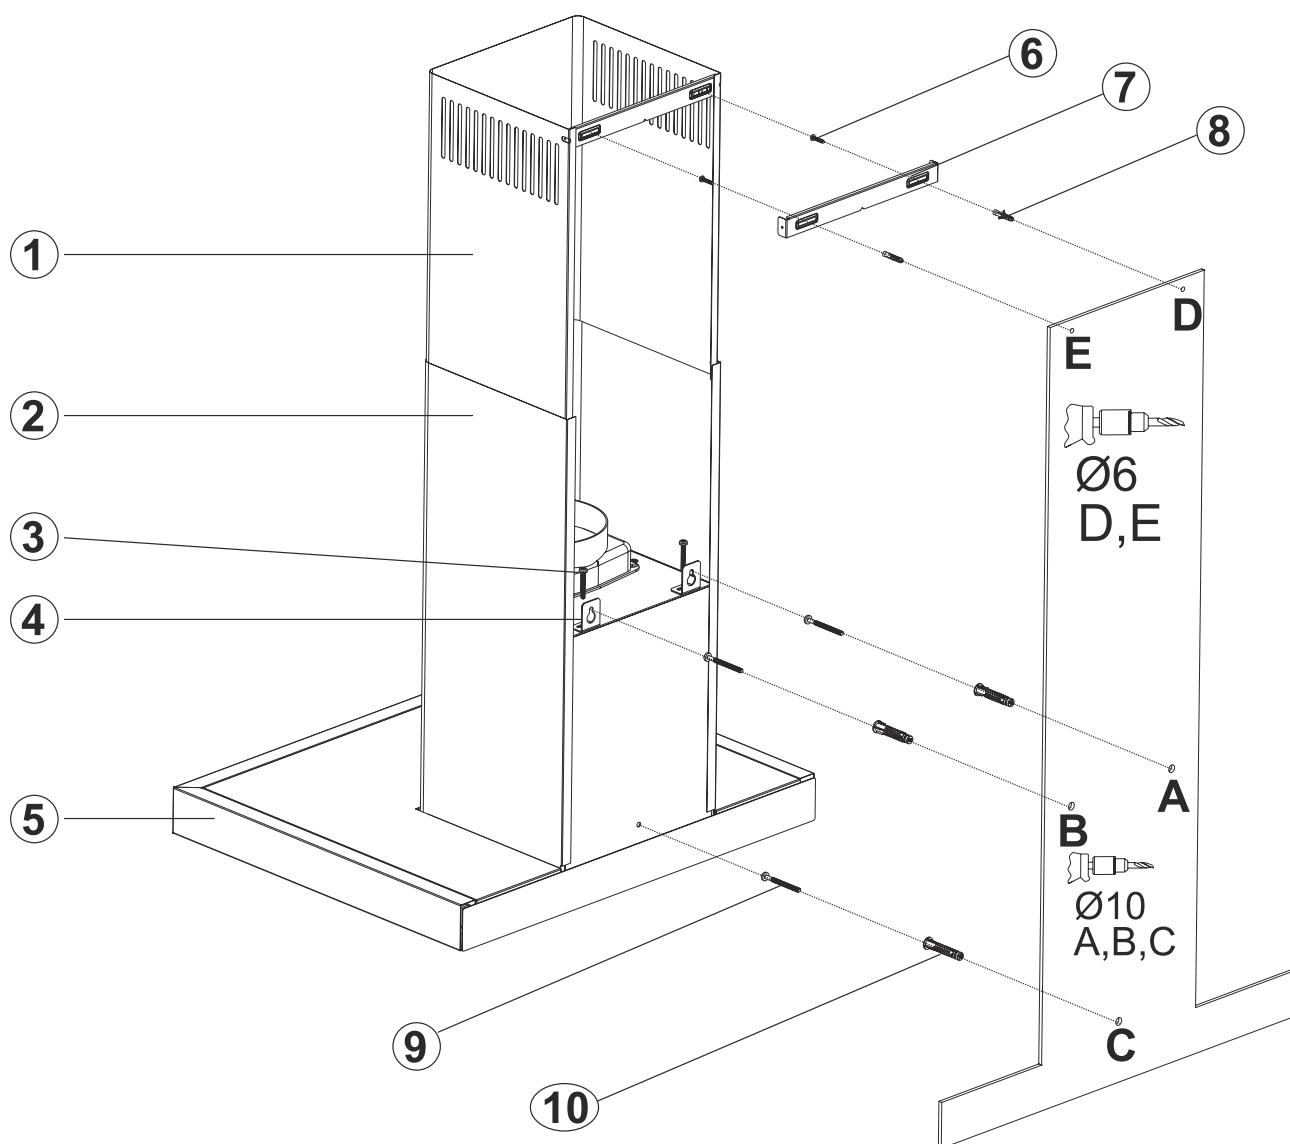

Fig. 14
2. ➔ Påsæt skabelonen på væggen alt efter ønskede højde på emhætten (bemærk vores anbefalinger mht. afstand ml. kogeplade og emhætte). Markere nu punkterne A, B & C. (Fig. 14).
3. ➔ Sæt nu Ø10mm rawplugs i hullerne A, B & C. Skru nu skrue på punkterne A + B og lad der være 5mm afstand ml. skruehoved og væg (Fig. 14).
4. ► Montere ophængningsbeslagene på emhætten med de medfølgende M5x35 skruer (Fig. 14).